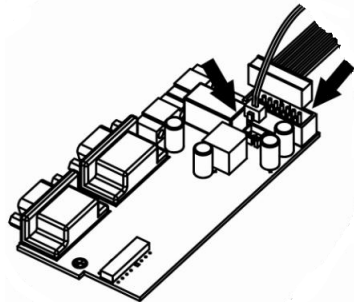

Abb. 5-7 Verbinden der Parallel-Erweiterungskarte.
- Schritt 5, Verbinden Sie die Parallel-Erweiterungskarte wie gezeigt in Abbildung (Abb. 5-7) mit dem Kabelpaar der zuvor entnommenen Leiterkarte: